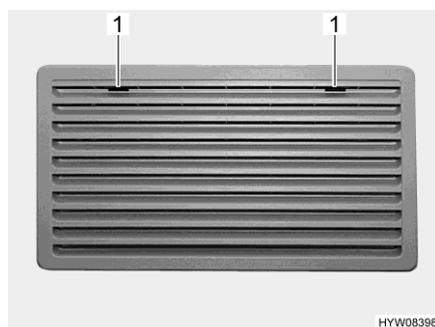
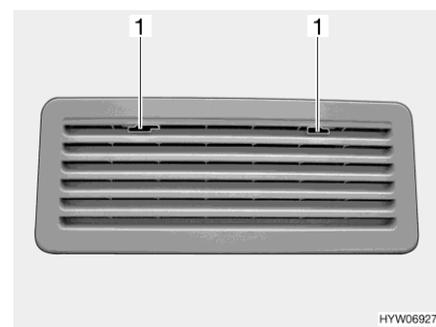

Fig. 126 Griglia di aerazione del frigorifero (Thetford grande)
Fig. 127 Griglia di aerazione del frigorifero (Thetford piccolo)
- Spingere verso il centro l'arresto (Fig. 126,1 o Fig. 127,1).